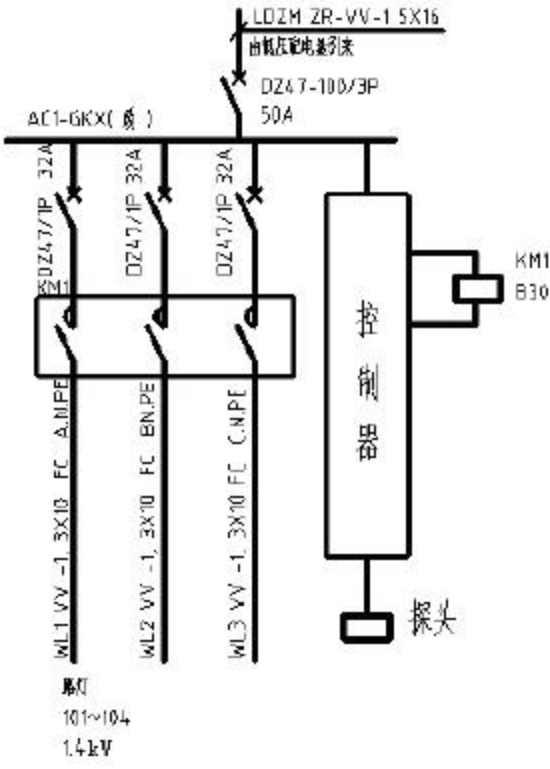

图6-30 创建文字
- 02 在【默认】选项卡中，单击【注释】面板中的【单行文字】按钮, 创建单行文字如图6-30所示。命令行提示如下。